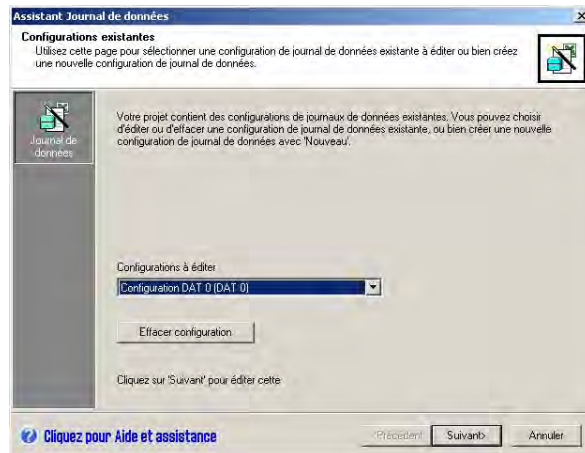

Figure 14-4 Edition de configurations de journaux de données existantes
1. Cliquez sur la liste déroulante des configurations et sélectionnez une configuration de journal de données existante comme illustré à la figure 14-4.